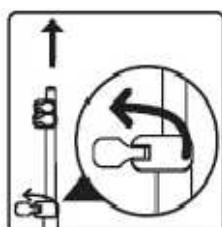

fig.9
1. Extienda la varilla hasta su altura máxima tirando de cada parte hacia arriba y atornille los tres enganches de fijación. (fig.9)